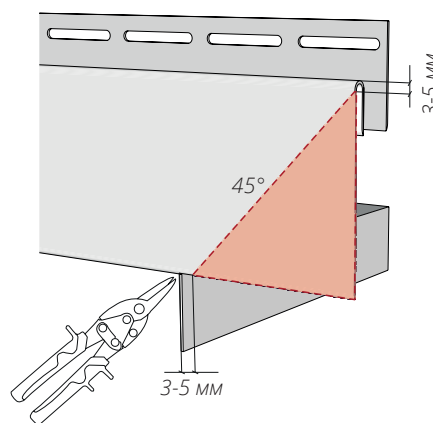
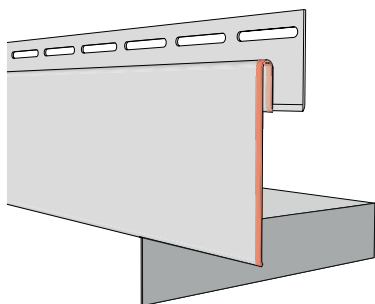
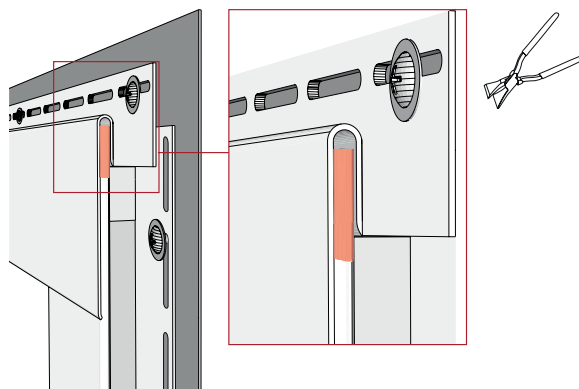

Рисунок 62
Рисунок 69
Рисунок 72
15.11 Если соединение приоконных планок нужно выполнить под углом 45°, верхнюю приоконную планку с обеих сторон нужно подрезать согласно рис. 62.
15.15 После монтажа приоконные и финишные планки должны оставаться подвижными, независимо друг от друга. На рис. 69, 70, 71 показаны части, которые необходимо точно подогнать. На рис. 72 показана верхняя часть боковой приоконной планки, которую можно поджать, используя клещи прямые, чтобы в месте примыкания был более легкий ход. При резе верхней приоконной планки под угол 45° (рис. 62) использовать поджим не нужно.